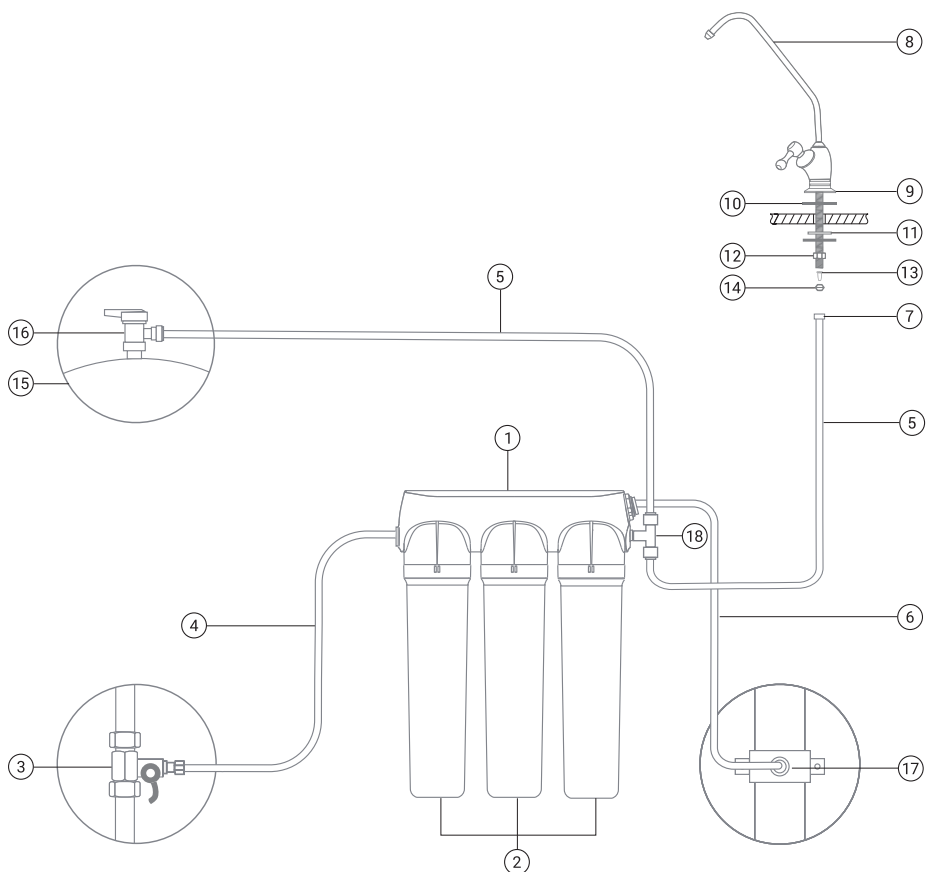
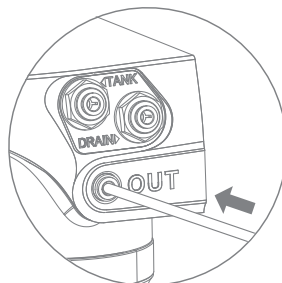

Рис. 12. Схема подключения Престиж Смарт с картриджем Антибор Смарт.
Рис. 18
- Вставьте до упора свободный конец синей трубки в гнездо «OUT» на скобе фильтра (рис. 18). В фильтре Смарт Престиж Антибор свободный конец синей трубки подключается в фитинг-тройник 1/4" (рис. 12).